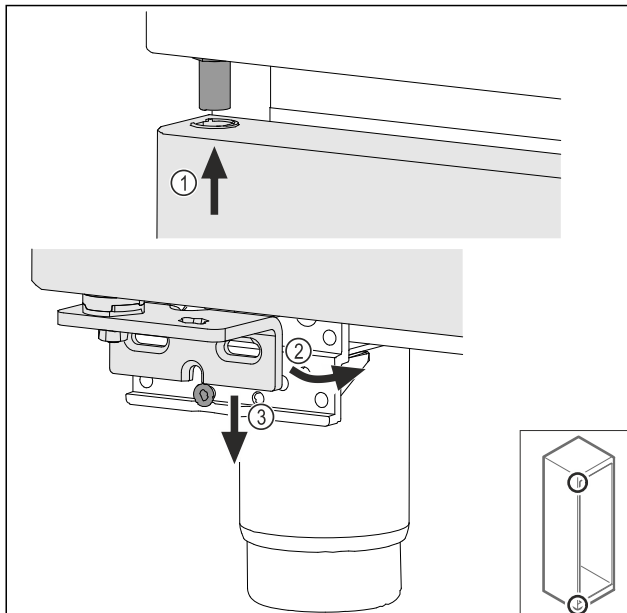

Fig. 69
- Enfiler la porte légèrement inclinée en haut Fig. 69 (1), redresser la porte Fig. 69 (2) et la poser en bas sur la vis du support de palier Fig. 69 (3).